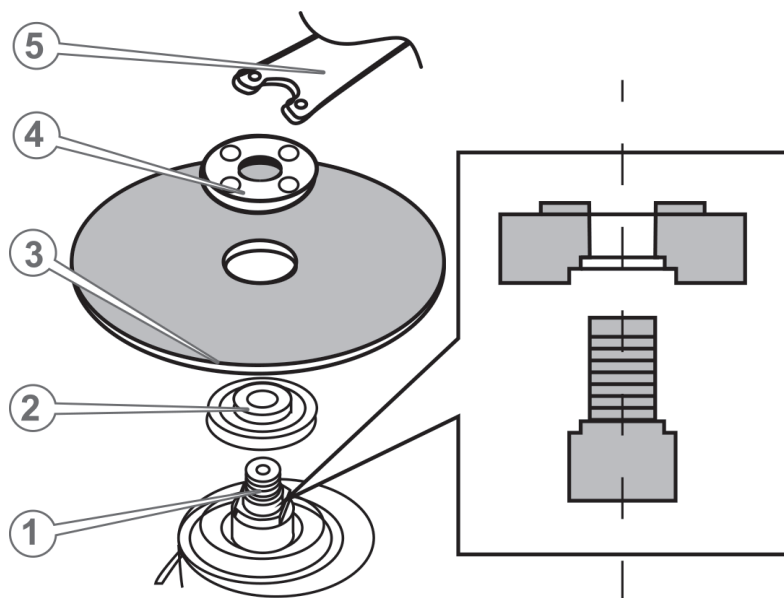

Рисунок 3. Схема встановлення та зняття абразивного диска.
- встановити на виріб, залежно від виду робіт, які виконуються, шліфувальний, різальний або зачисний диск (рис. 3):
1. Встановити внутрішній фланець (2, рис. 3) із посадковим виступом на шпindel (1, рис. 3) у такий спосіб, щоб фланець увійшов у зачеплення зі шпindelом.
2. Встановити на фланець абразивний диск у такий спосіб, щоб посадковий виступ внутрішнього фланця увійшов у посадковий отвір диска (3, рис. 3).
4. Надійно зафіксувати диск, закрутивши зовнішній фланець (4, рис. 3) за допомогою затискного ключа (5, рис. 3).